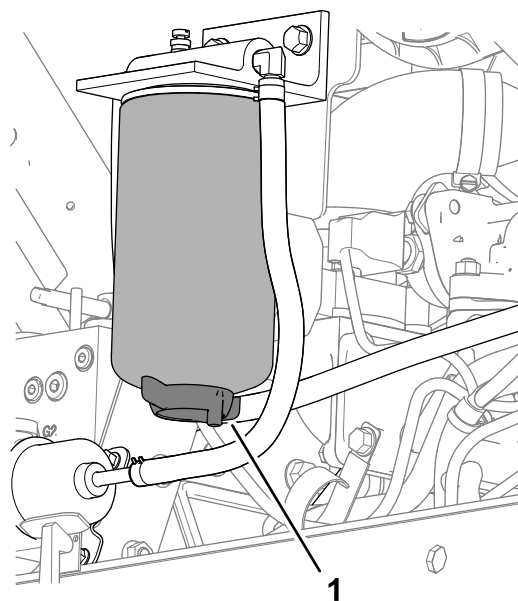

Рисунок 128
3. Установите сливной поддон под фильтр-водоотделитель для топлива (Рисунок 128).